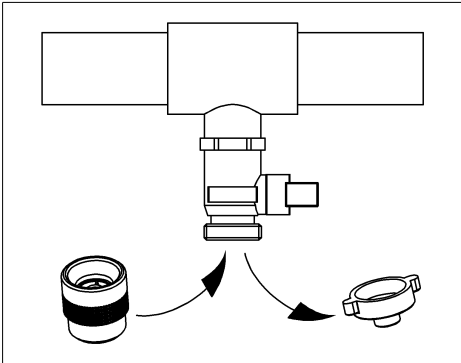

Abb. 2: Adapter QUICK-AN montieren
- Adapter QUICK-AN mit $\frac{3}{4}$ " Innengewinde, integriertem Rückflussverhinderer und Flachdichtung montieren (siehe Abb. 2).